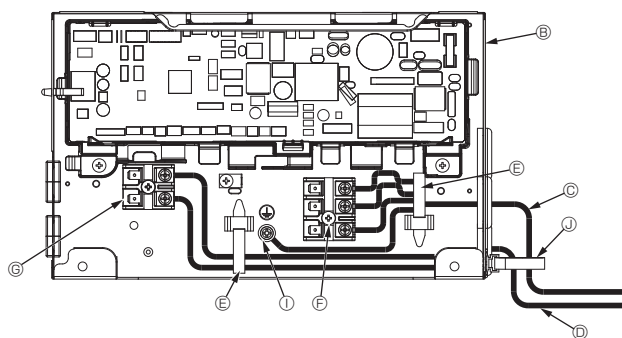

Fig. 7-4
7.2. Indendørsenhed (Fig. 7-3) (Fig. 7-4) (Fig. 7-5)